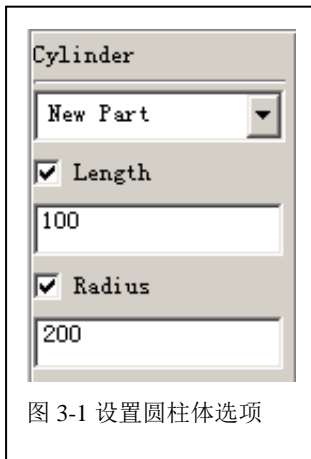

图 3-1 设置圆柱体选项
3.1 在 ADAMS/View 零件库中选择圆柱体 (Cylinder) 图标 ，参数选择为 “New Part”，长度 (Length) 选择 100mm，半径 (Radius) 选择 200mm(这里的长度和半径的选择没有特殊要求,可以选择不同的数字)。如图 3-1 所示。